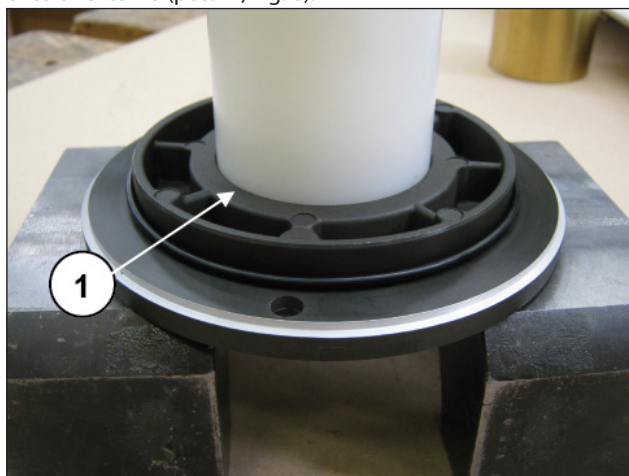
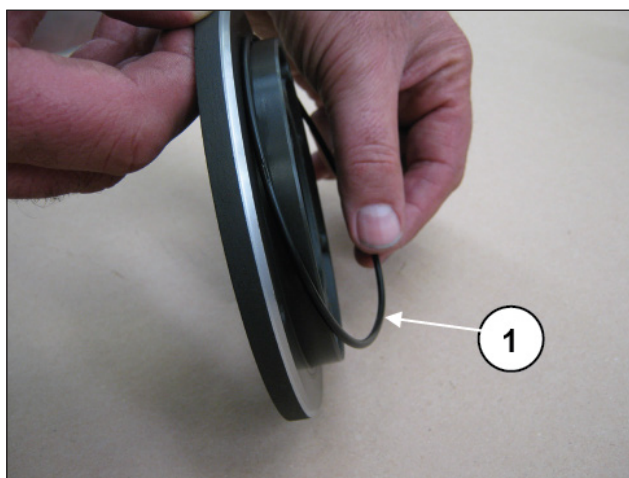

Fig. 5
Fig. 6
Extraia o anel de estanqueidade radial (pos. ①, Fig. 5) e o anel circular externo (pos. ①, Fig. 6).